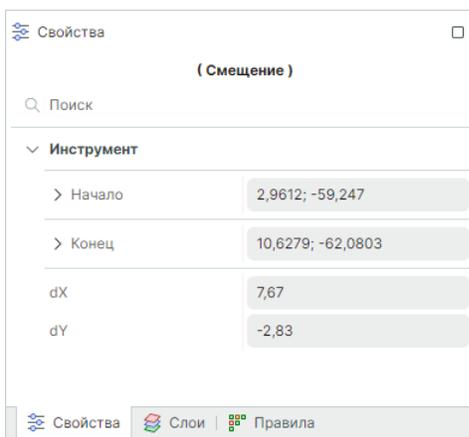

Рис. 170 Информация о смещении
2. Зажмите левую кнопку мыши и переместите курсор в то место, куда необходимо переместить посадочное место. При этом в панели «Свойства» будут отображаться исходное положение посадочного места (пункт «Начало»), текущие координаты (пункт «Конец») и величина перемещения относительно исходной точки (пункты «dX» и «dY») см. Рис. 170.